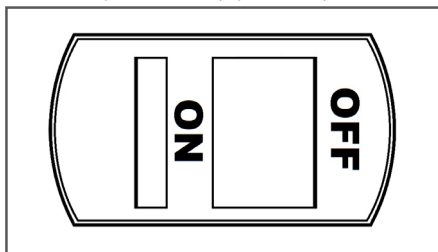

Рис. 30. Выключатель зажигания
6. Включите зажигание, для этого на выключателе зажигания нажмите кнопку «ON» (Включено) (Рис. 30).
При возникновении аварийной ситуации, для экстренной остановки двигателя устройства отпустите рычаг включения хода и нажмите на выключателе зажигания кнопку «OFF» (Выключено) (Рис. 30).
4. Нажмите на выключателе зажигания кнопку «OFF» (Выключено) (Рис. 30).